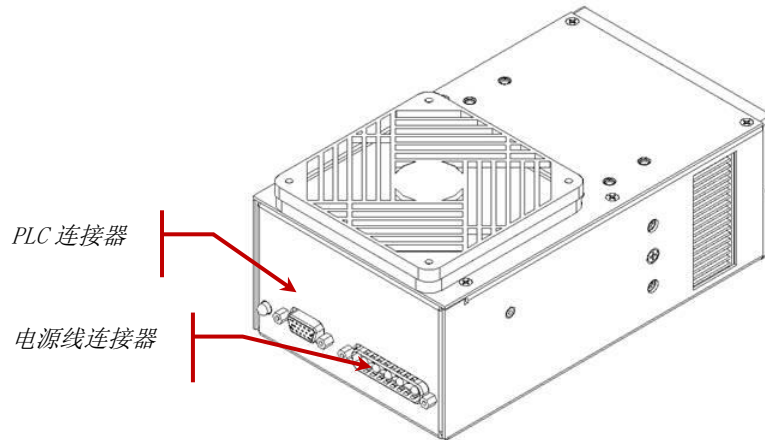

图 1 紫外线 LED 头连接器端口
3. 按图 1-AC5 所示，将电源线公端连接到电源装置，电源线母端连接到紫外线 LED。
6. 将 PLC 电线公端连接到紫外线 LED 头（见图 1）